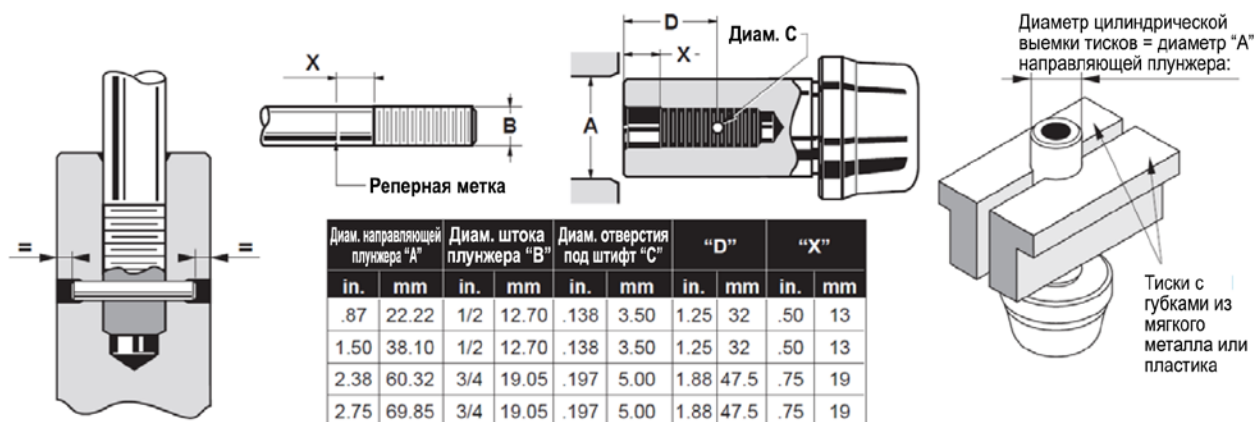

Рисунок 4. Заштифтовывание штока плунжера
- 4.2.1. Измерьте расстояние D на основе диаметра направляющей плунжера и диаметра штока (см. рисунок 4).
- 5.2. Загоните штифт в отверстие с помощью молотка. Завершите операцию заштифтовывания, убедившись в том, что штифт выступает на одинаковое расстояние с обеих сторон (см. рисунок 4).